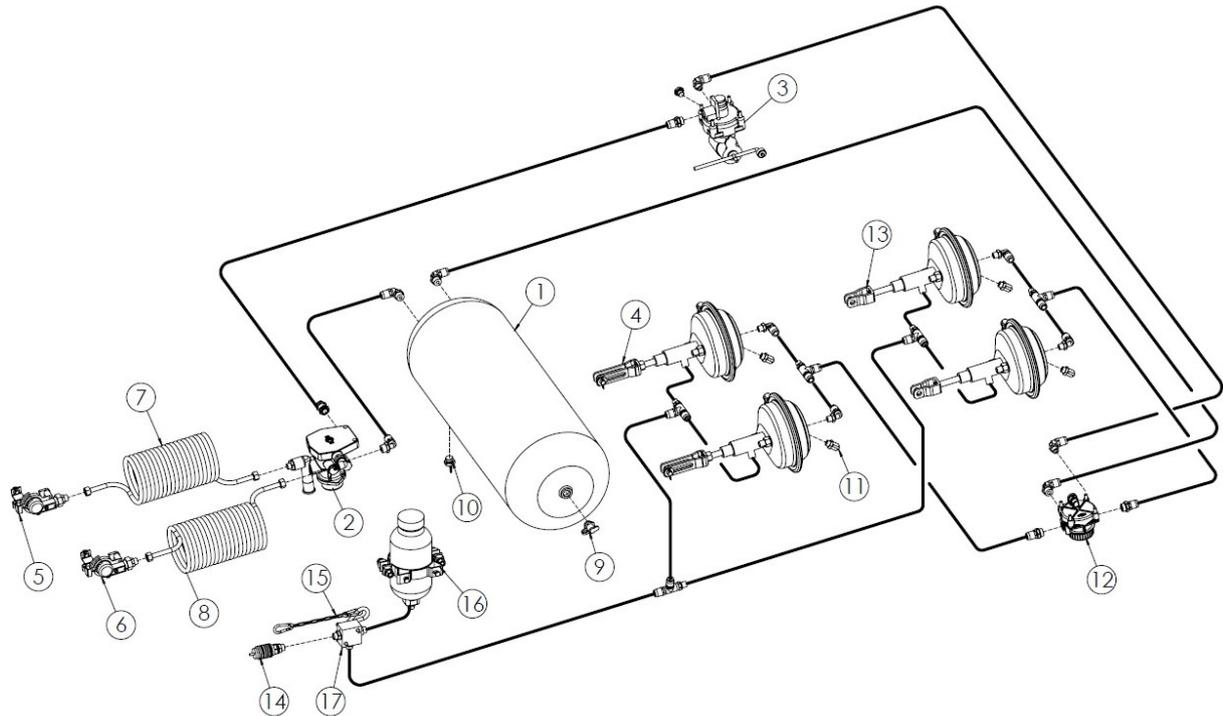

Abbildung 13.Hydraulische/pneumatische Bremsanlage mit ALB
- - lufthydraulische Bremsanlage mit ALB-Ventil (Abbildung 13).
Eine weitere Option für das Bremssystem ist eine hydraulisch-pneumatische Bremsanlage mit ALB - Abbildung 13. Dieses System ist eine Kombination aus hydraulischer und pneumatischer 2-Leitungsbremse mit ALB (automatischer Bremskraftregler). Je nachdem, mit welcher Art von Bremsen der Schlepper ausgestattet ist, kann man entsprechend eine hydraulische oder pneumatische Bremsanlage anschließen.